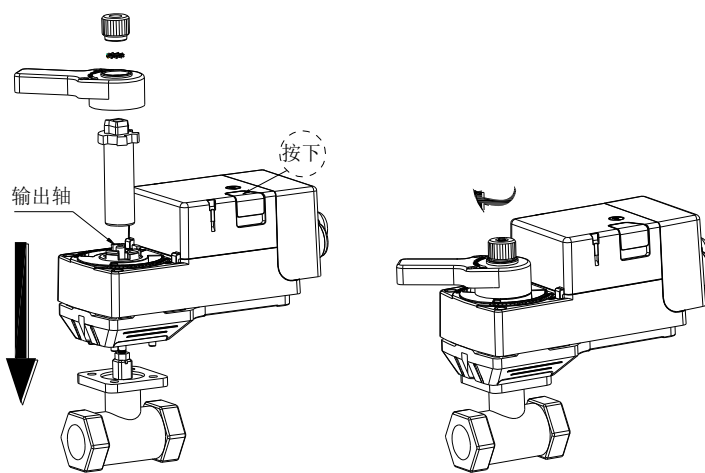

图 5
(3) 如图 5, 按下执行器离合按钮, 同时顺时针旋转输出轴至全关(无法转动的位置), 再松开离合按钮。执行器连接件定位柱对准阀门法兰盘 4 个定位孔卡入, 装入连接杆, 并确保其下部方孔套住阀杆, 再依次装入手柄、防滑垫片、螺帽。